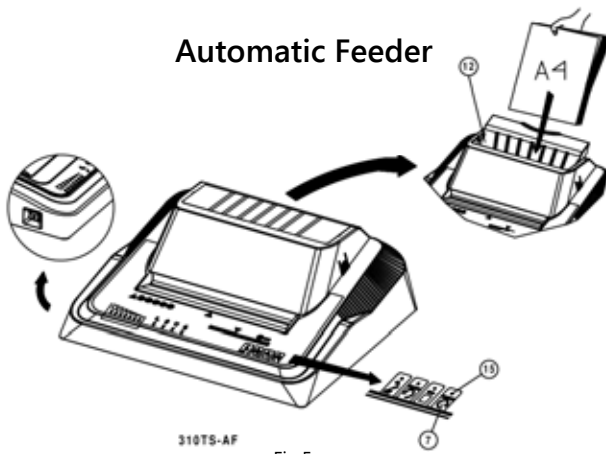
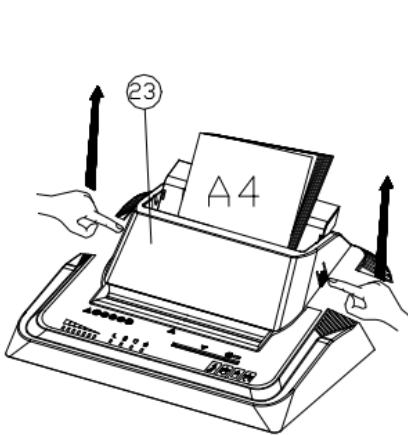
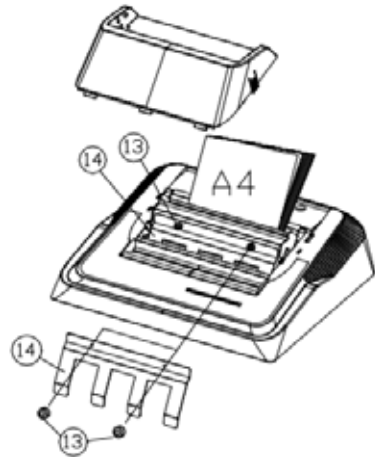

Fig.5
Fig.6
Fig.7
### *DISTRUZIONE DI FOGLI CON IL SISTEMA ALIMENTATORE AUTOMATICO FIG.5, FIG.6, FIG.7*
Inserire i fogli nell'imbocco (12) dell'alimentatore automatico spingendo fino a fondo corsa come indicato in Fig.5, il led (15) inizia a lampeggiare. Quindi premere il tasto FORWARD (7), la macchina avvia la distruzione della carta, e a distruzione ultimata dei fogli inseriti si arresta automaticamente.
- rimuovere i due pomelli (13) come indicato in fig. 7 e rimuovere la paratia (14);